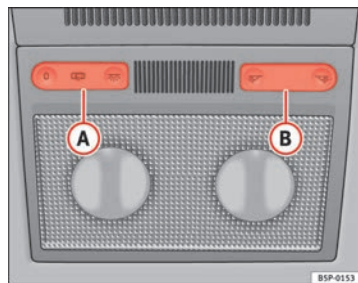
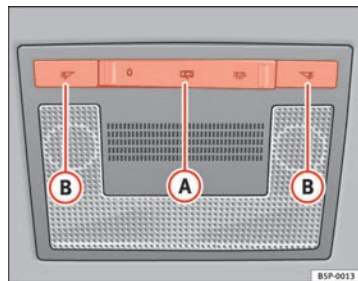

Fig. 79 Revestimiento interior del techo: luces delanteras de lectura tipo 1
Fig. 80 Revestimiento interior del techo: luces delanteras de lectura tipo 2
Pulse la tecla correspondiente ⇒ fig. 79 (B) y ⇒ fig. 80 (B) para encender la luz de lectura.